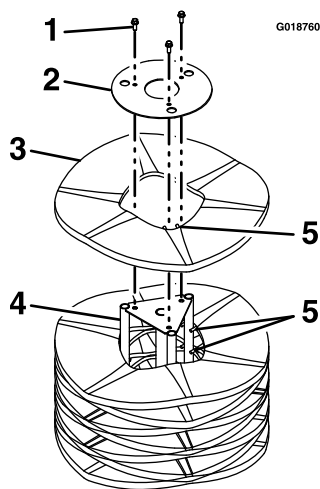

Figura 35
5. Coloque el conjunto principal del cepillo en posición vertical con el disco de retención hacia arriba (Figura 35).
- Retire y guarde las fijaciones del disco de retención (Figura 35).
- Instale los segmentos nuevos alternando los dedos metálicos de alineación, según se muestra en Figura 35.